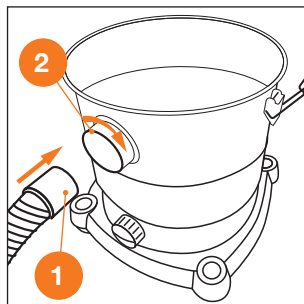

Рис. 4
2. Установите всасывающий шланг **1** в гнездо **2** и зафиксируйте его, повернув по часовой стрелке до щелчка. Подсоедините к шлангу телескопическую штангу или трубку и наденьте необходимую насадку (Рис. 4).